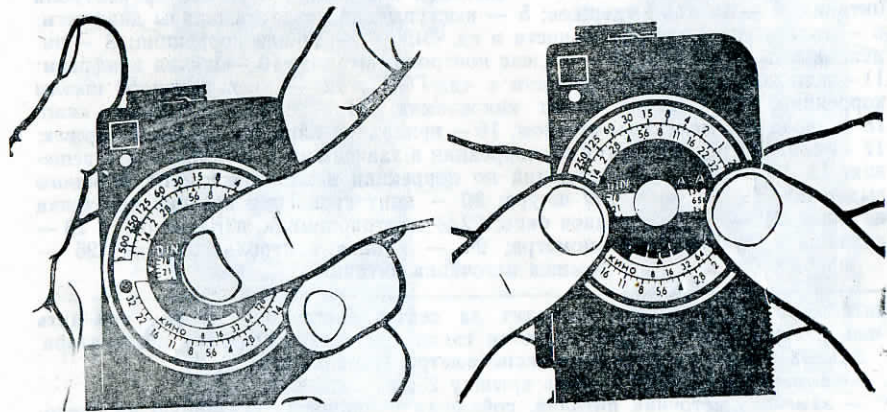

Рис. 2. Установка шкалы коррекции Рис. 3. Установка шкалы светочувствительности
1. Поворотом диска 12 (рис. 1) установить величину коррекции по шкале 7 (в случае отсутствия коррекции поставить шкалу на «0», как показано на рис. 2).